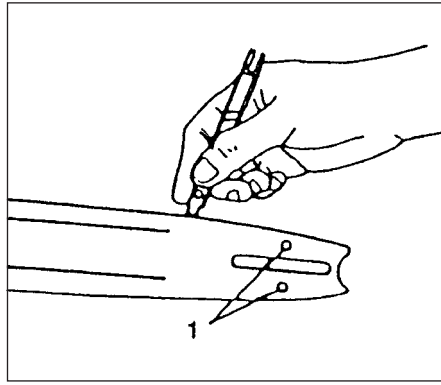

Fig.3-5
**Barra- guia da corrente (Fig. 3-5)**